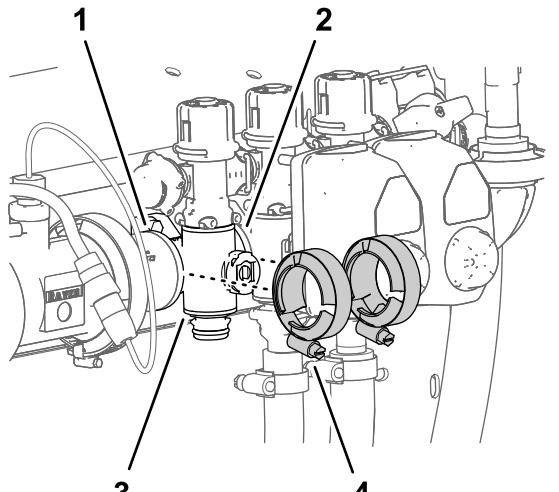

图 107
3. 取下将喷洒臂段歧管阀固定至相邻组件法兰上的 2 个法兰夹具 图 107。